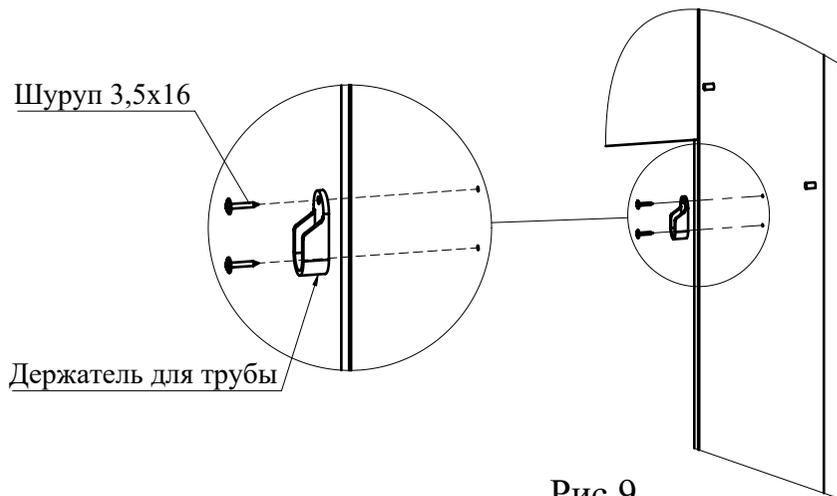

Рис.9
9. В зависимости от варианта сборки шкафа (Рис. 8) при помощи шурупов 3,5x16 прикрутите держатели для трубы (Рис. 9). В держатели для трубы установите трубу овальную.